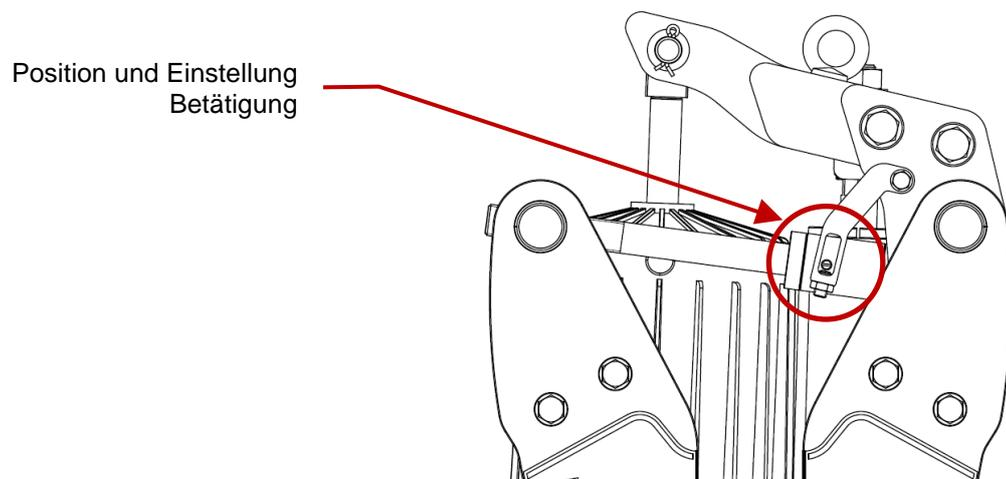

Fig. 12: Einstellung Betätigung im geöffneten Zustand
- Die Größe des Betätigungsfenster der automatischen Verschleißnachstellung muss eingestellt werden (siehe Fig. 12). Lösen Sie dazu die Kontermutter der Betätigungsschraube und drehen Sie die Betätigungsschraube ggf. zurück, bis diese das Betätigungsfenster maximal öffnet. Werksseitig sollte die Schraube weitmöglichst zurückgedreht sein.